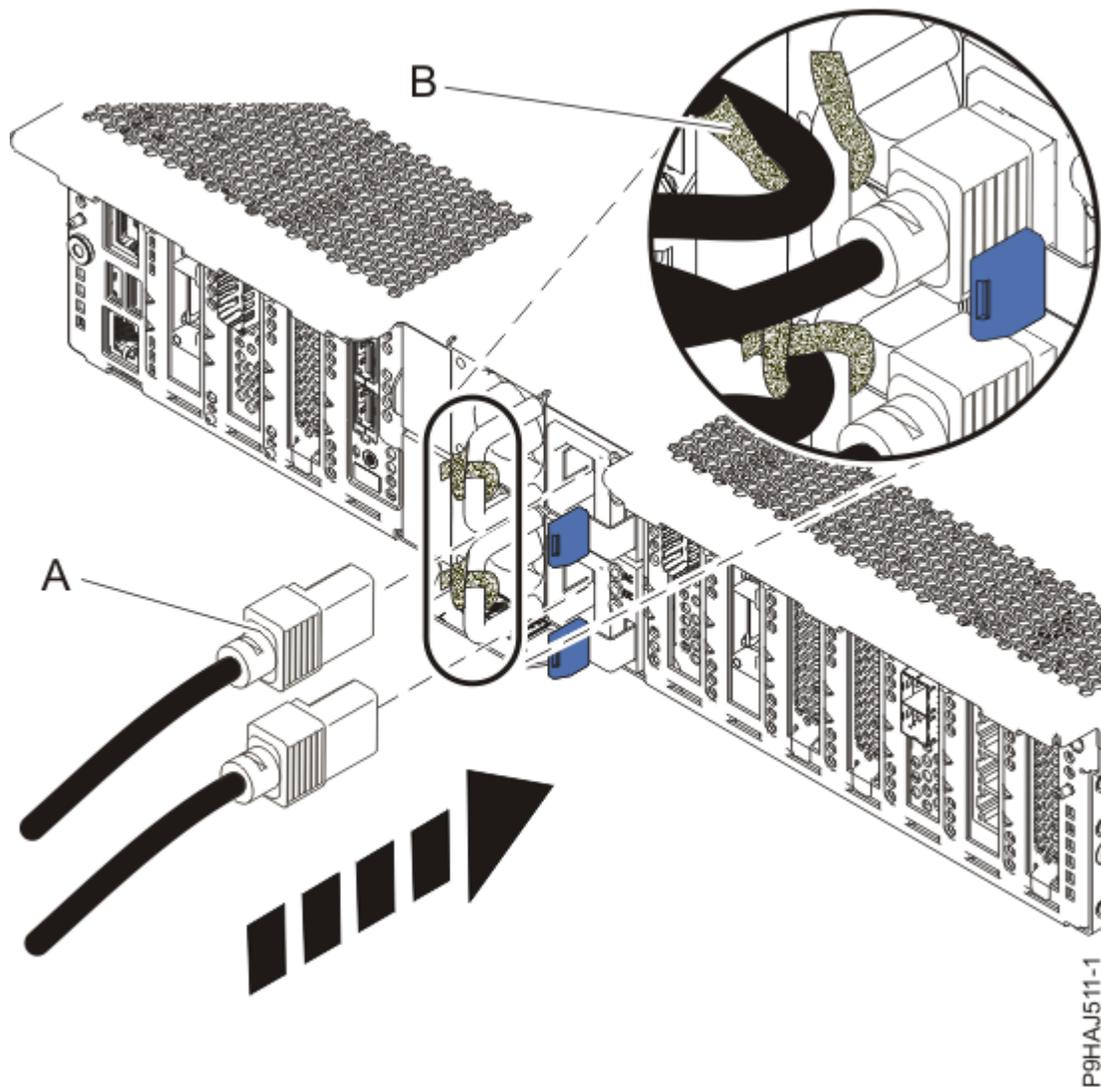

Figura 94. Conectar los cables de alimentación
4. Utilizando las etiquetas, vuelva a conectar los cables de alimentación (**A**) a la unidad del sistema. Sujete los cables de alimentación al sistema utilizando el mecanismo de sujeción (**B**), tal como se muestra en la Figura 94 en la página 115.